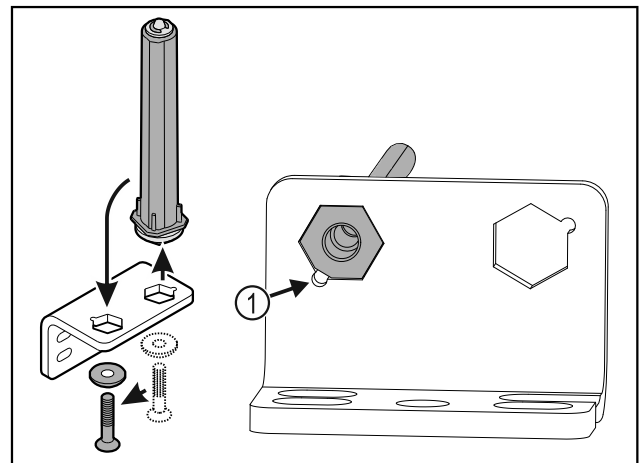

Fig. 33
- Darauf achten, dass beim Einsetzen die Bolzenabschrägung Fig. 33 (1) zum runden Loch zeigt.